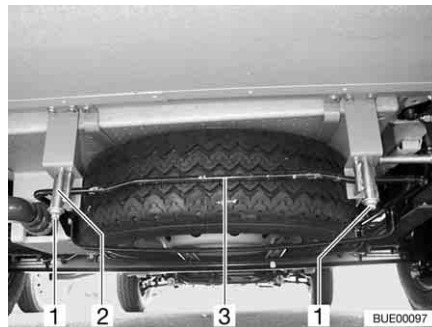

Fig. 279 Suporte da roda sobresselente (armação de suporte)
- Desaperte as porcas (Fig. 279,1) no gancho direito e esquerdo traseiro (Fig. 279,2) do suporte da roda sobresselente.
- Empurre ligeiramente o arco (Fig. 279,3) para cima. Ao mesmo tempo, puxe o gancho para baixo e despendure o arco.